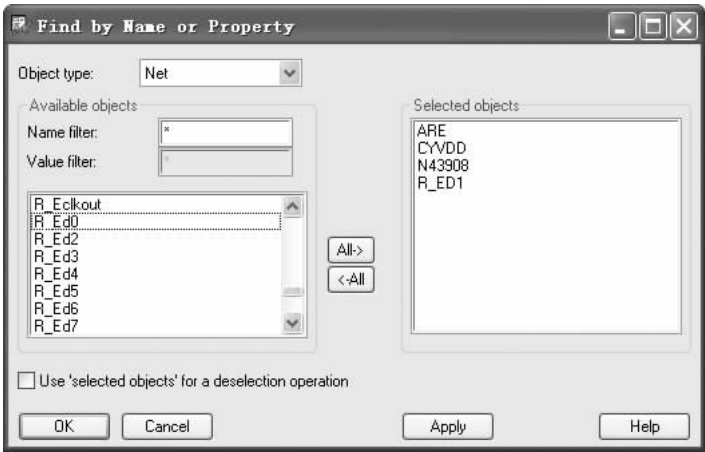
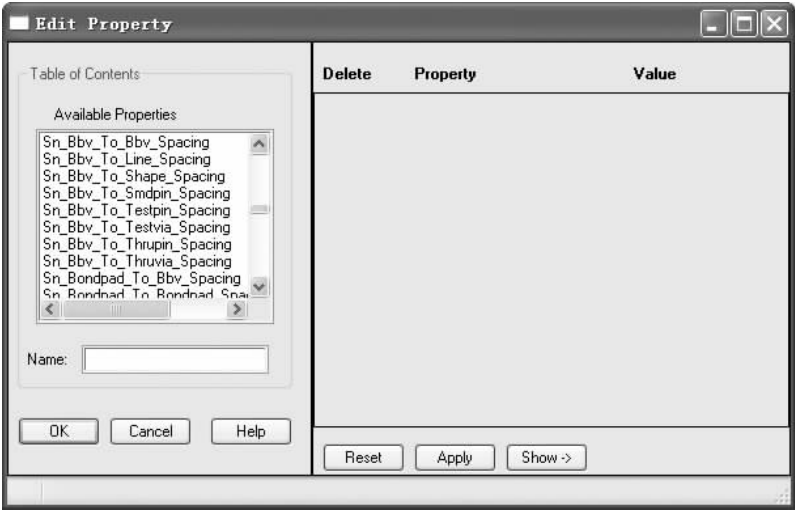

图 12-28 “Find by Name or Property”对话框（三）
图 12-29 “Edit Property（编辑属性）”对话框
5) 在弹出对话框内的“Available Objects (有效对象)”列表中选择需要的项目添加到“Selected objects (选择对象)”列表中，如图 12-28 所示，单击 **Apply** 按钮，弹出“Edit Property (编辑属性)”对话框，进行相应的属性设置，如图 12-29 所示，单击“OK (确定)”按钮，关闭对话框。